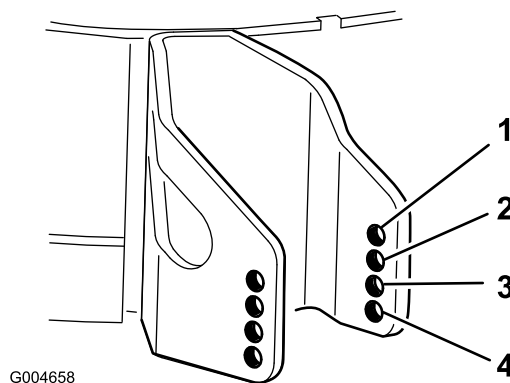

Рисунок 23
4. Выберите отверстие таким образом, чтобы защитный валик располагался как можно ближе к необходимой высоте скашивания (Рисунок 23).